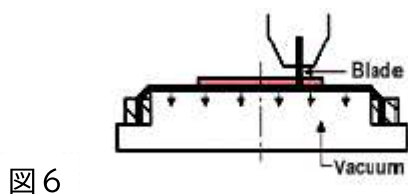

図 6
d. 基板を突き抜けてテープまでダイシングします(図 6)。